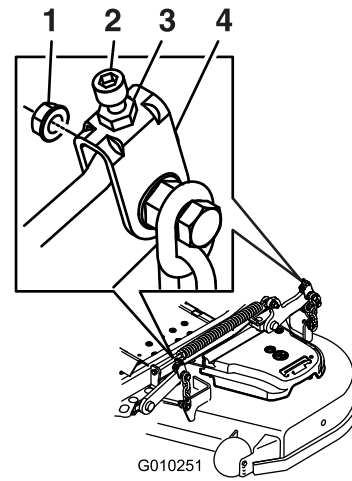

Figura 89
- Gire el tornillo de ajuste hasta obtener una altura de 8.3 cm (3-1/4 pulg.) (Figura 89).